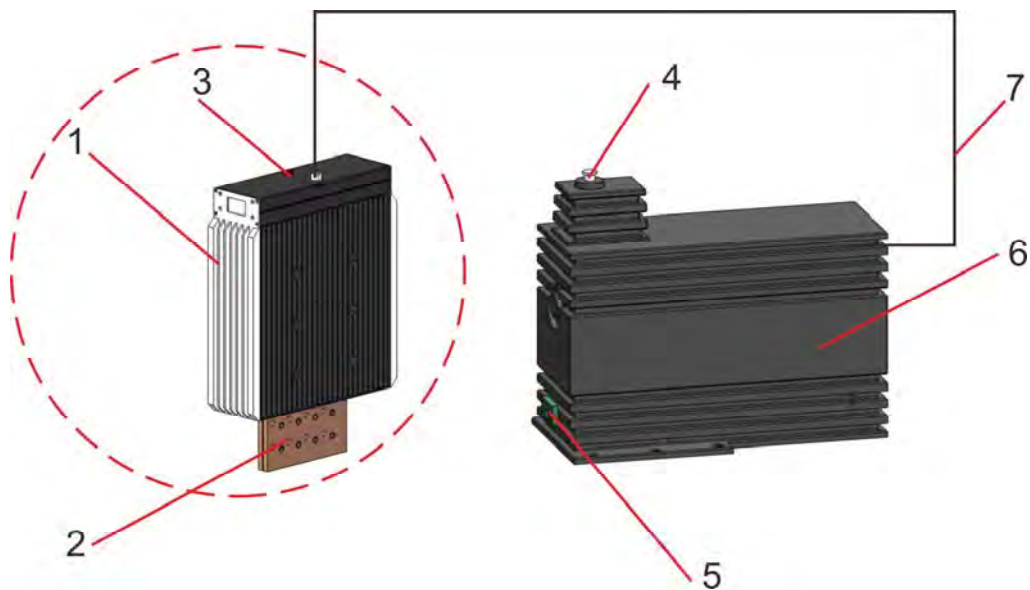

图 2
参见图 2，某型号高压传感器电位分布指示：传感器本体①（壳体为导电金属材料）